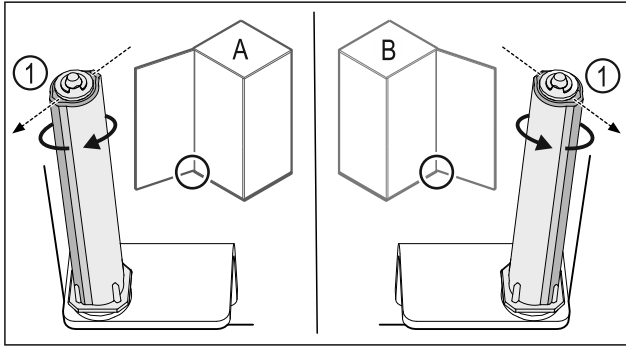

Fig. 40 Links scharnierend (A) / rechts scharnierend (B)
- ▶ Sluitsysteem tegen de weerstand in draaien tot het schot van het sluitsysteem Fig. 40 (1) naar buiten wijst.